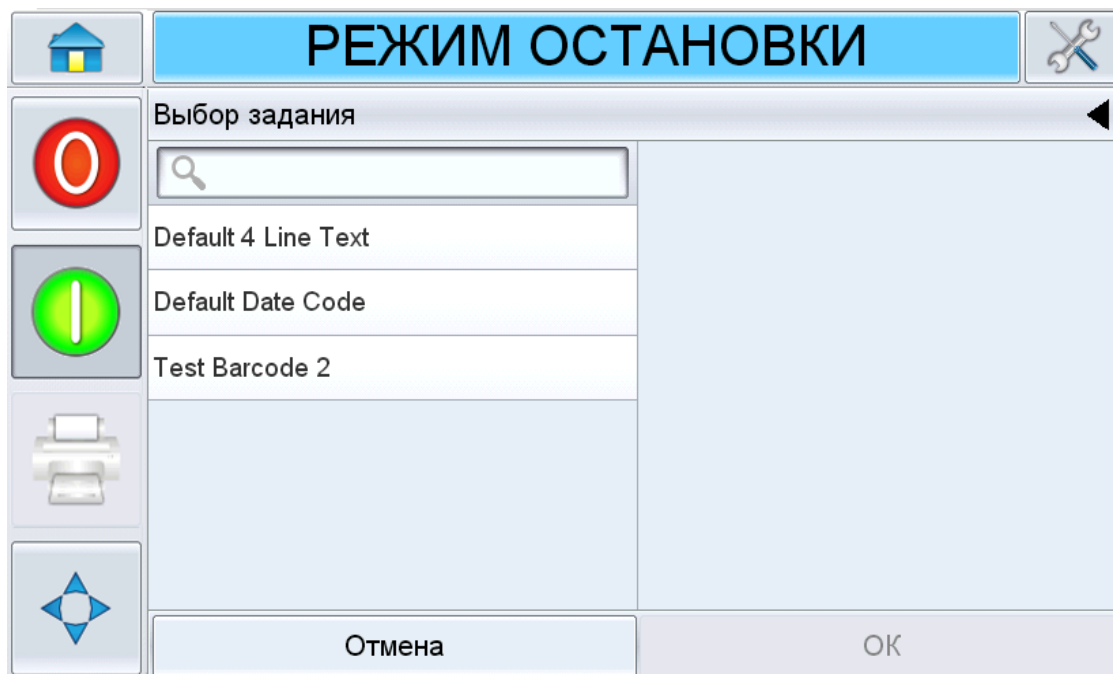

Рис. 6-3: Выбор задания
1. Нажмите **ЗАДАНИЕ** на главном экране. Отобразится список доступных заданий (Рисунок 6-3).